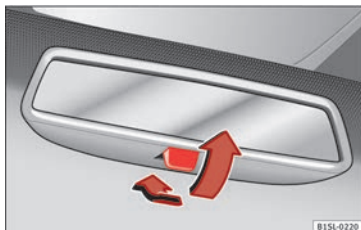

Fig. 116 Rétroviseur intérieur jour/nuit manuel.
- Pour sélectionner la position nuit, déplacez le levier vers l'arrière » **fig. 116**.